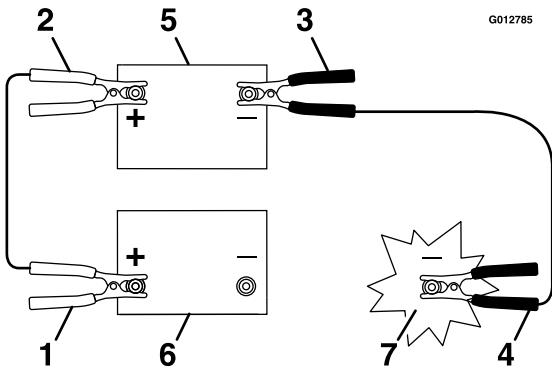

Figura 58
- Conecte el cable positivo (+) al borne positivo (+) de la batería descargada que está conectado al motor de arranque o al solenoide, según se indica en Figura 58.